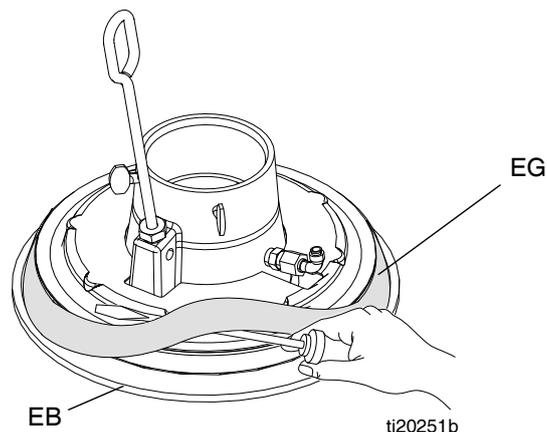

FIG. 11
1. *Lavorando dal basso*, utilizzare un cacciavite per allentare il distanziatore (EG). Spostare il distanziatore verso l'alto, completamente al di sopra della flangia della piastra. Vedere FIG. 11.